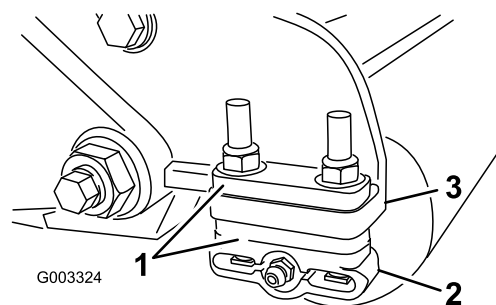

Figure 12
1. Réglez les supports du rouleau arrière (Figure 12) à la plage de hauteur de coupe voulue en plaçant le nombre correct d'entretoises sous la bride de fixation de la plaque latérale (Figure 12) en vous reportant à la section Tableaux de sélection des hauteurs de coupe et des contre-lames (page 13).